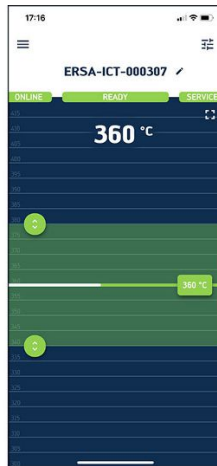

Abb. 15: Startseite der App „Ers TRACE“
a) Abbildung 15 links: Den LötKolben bis zum Anschlag in den Wechseltrichter einführen [1], dann den LötKolben leicht von Ihnen wegkippen [2].
b) Abbildung 15 rechts: Den LötKolben bis zum Anschlag gegen den Uhrzeigersinn drehen [3], dann den LötKolben leicht von Ihnen wegkippt aus der Lötspitze herausziehen [4].